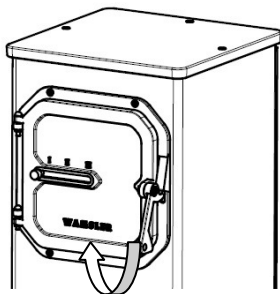

fig. 1
- ouvrir la porte en basculant la poignée vers le haut (voir fig. 1+2).